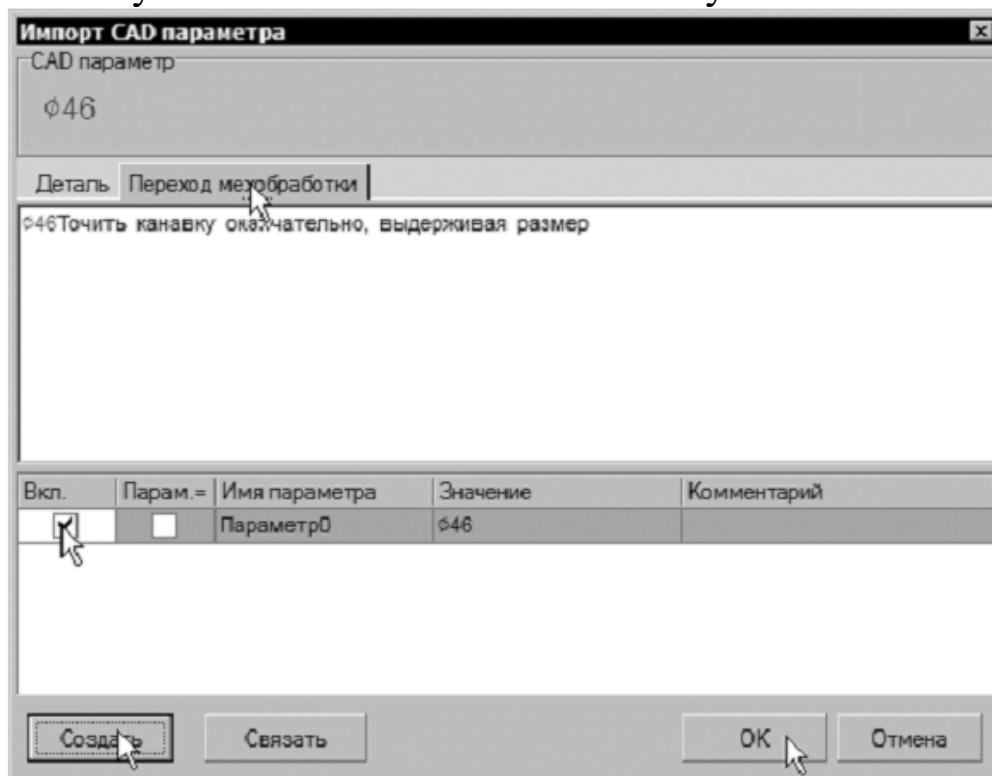

Рисунок 12.
3. В открывшемся окне Импортировать CAD параметра (рис. 12) перейдите на вкладку Переход мехобработки. Нажмите кнопку Создать и поставьте галочку в ячейке Вкл. Нажмите кнопку ОК.
В открывшемся окне Импортировать CAD параметра (рис. 12) перейдите на вкладку Переход мехобработки. Нажмите кнопку Создать и поставьте галочку в ячейке Вкл. Нажмите кнопку ОК.